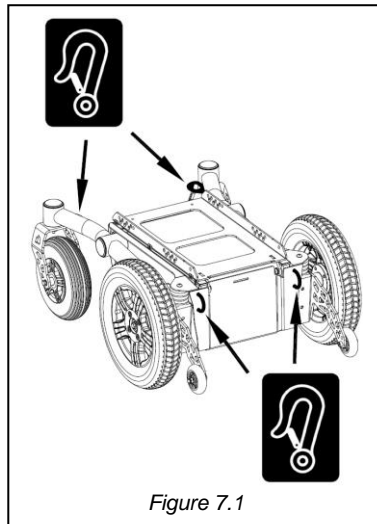

Figure 7.1
- Gebruik alle 4 de vastzetpunten (fig 7.1)